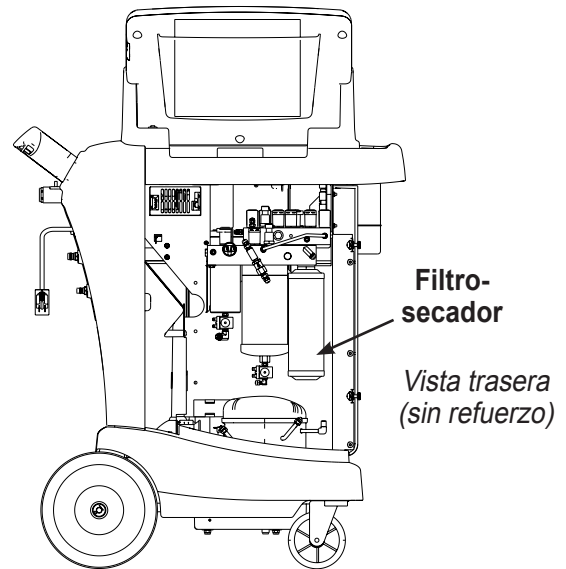

Figura 13
5. La pantalla muestra REEMPLACE EL FILTRO. Abra la puerta trasera de la unidad y desatornille el filtro anterior. Consulte la Figura 13.